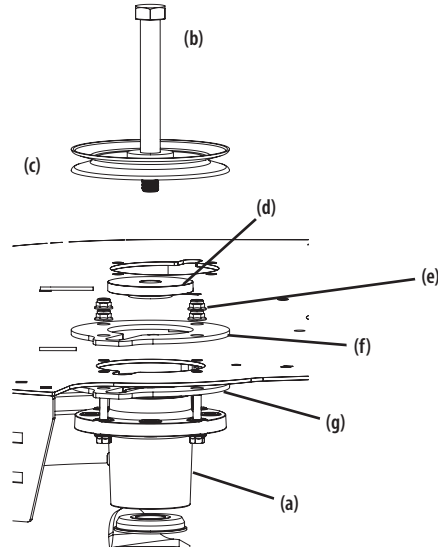

Figura 44
6. Retire el perno hexagonal (b), la polea (c) y el espaciador (d) del conjunto del husillo (a). Consulte la Figura 44.
7. Retire las cuatro tuercas de seguridad con brida que fijan (e) la placa de soporte superior (f), la placa de soporte inferior (g) y el conjunto del husillo (a) a la plataforma. Consulte la Figura 44.
12. Para instalar el conjunto del husillo realice el proceso en orden inverso. Al instalar el nuevo conjunto del husillo asegúrese de instalar los herrajes exactamente como se muestra en la Figura 44 y la Figura 44. Torque los pernos de brida hexagonal 250 pies-lb. (338,95 N-m) y las tuercas de seguridad con brida a 21-32 pies-lb (28,47 a 43,39 N-m).